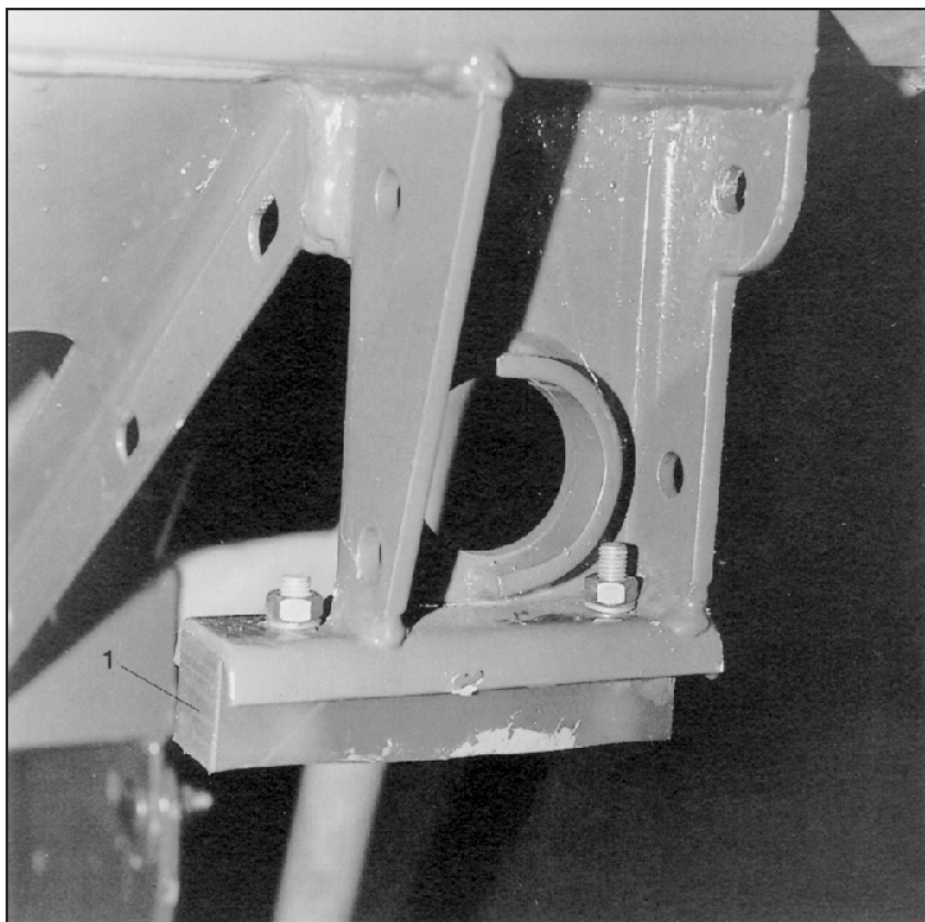

Рис. 17
- На держателе снаружи рядовой сеялки необходимо закрепить 2 синтетические накладки (Рис. 17/1).